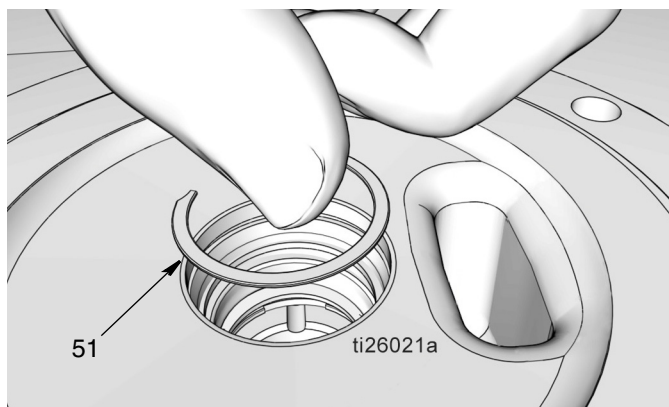

FIG. 37
- f. Monter l'anneau de retenue (51) (FIG. 37). Un « clic » doit retentir lorsque l'anneau de retenue arrive en appui dans la gorge.